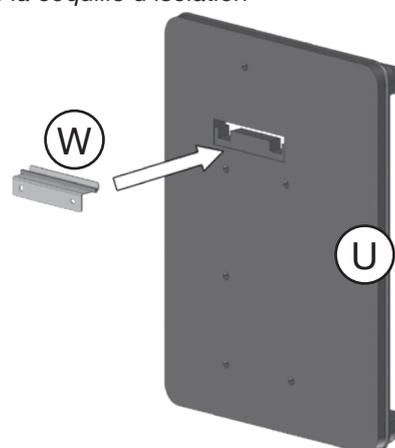

Fig. 4.2: Introduire l'équerre murale dans la partie arrière de la coquille d'isolation
4. Introduire l'équerre murale (W) du verso dans la partie arrière de la coquille d'isolation (U) (Fig. 4.2).